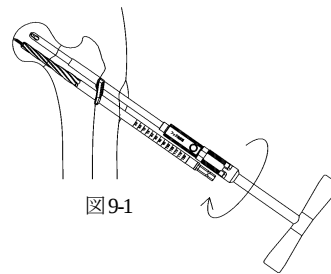

図9-1
- 9) インプラントが回旋しないよう、アウターガイド後端のハンドル部をしっかりと把持しながら、インナーガイド後端の十字溝にインナーガイド解除レンチを組み付けて左回しで取り外します。(図9-1)